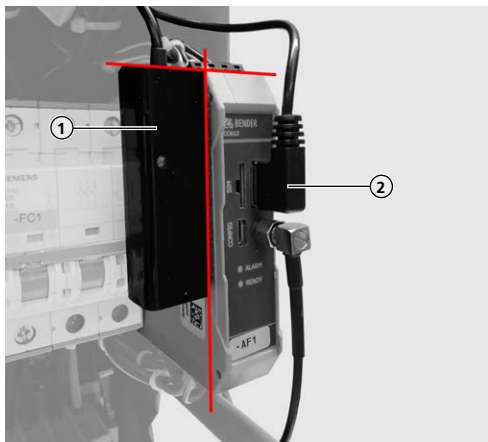

Fig. 4: Feste USB-Ethernet-adapteren i plan på ECU-en
- ▶ Fest USB-Ethernet-adapteren (1) i plan på ECU-en (se Fig. 4).
- ▶ Sett USB-pluggen (2) på USB-Ethernet-adapteren inn i ECU-en.